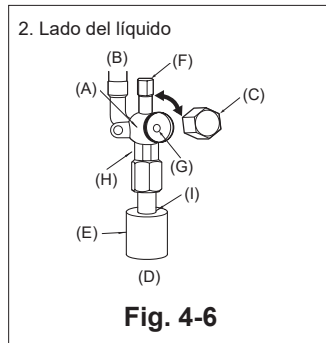

Fig. 4-6
2. Lado del líquido (Fig. 4-6)